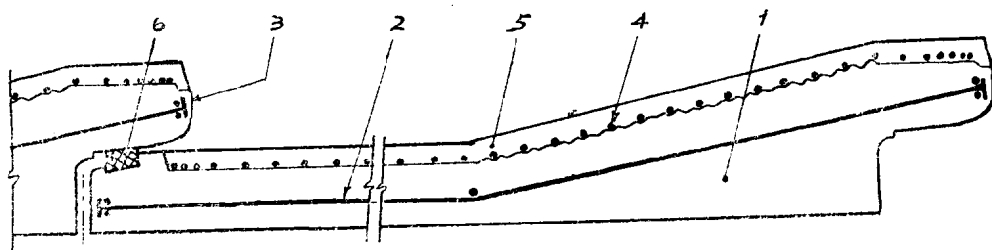

图 1—1 索柯曼管结构图
(1) 索塞阿-巴朗西公司生产的索柯曼管的产品
①规格：产品结构见图 1—1，尺寸详见表 1—1。